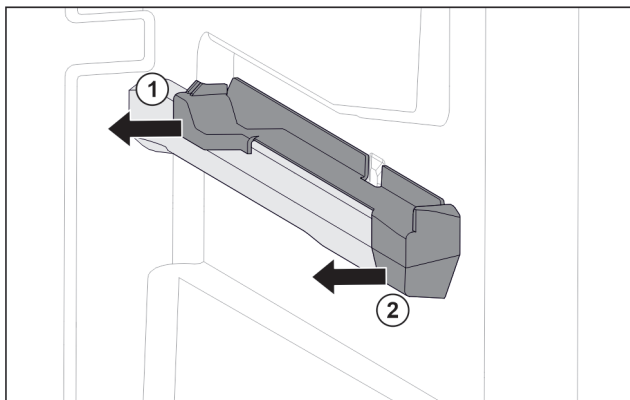

Fig. 118 Insteekelement op rechter containerrib
- Insteekelement achter naar de zijkant toe eraf trekken. Fig. 118 (1)
- Insteekelement voor naar de zijkant toe eraf trekken. Fig. 118 (2)